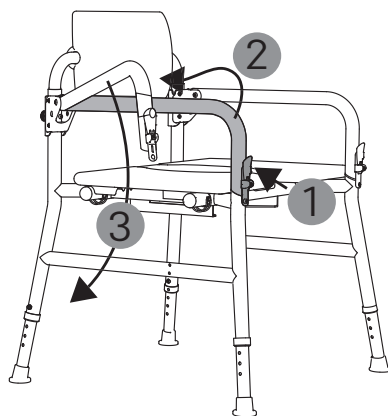

fig. 20
2. Per ruotare la fiancata rilasciare la leva di bloccaggio tirandola verso di sé (1, fig. 20).
Pericolo di schiacciamento: Nel ruotare i braccioli fare attenzione alle gambe, alle dita, alle mani ed eventualmente anche agli indumenti. Allentare la fiancata sollevandola verso l'alto e di lato (2, fig. 20).
3. La fiancata si lascia ora ruotare verso il basso (3, fig. 20).